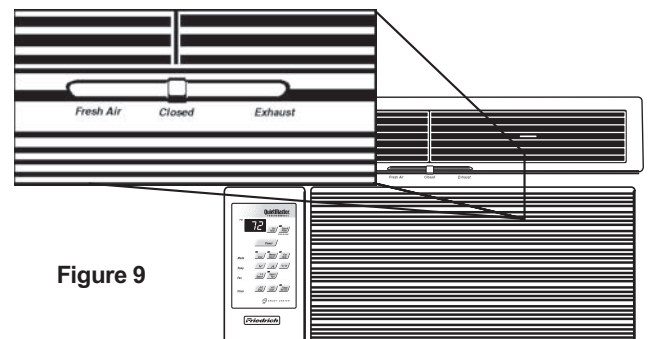

Figure 9
- 3) **VENTILATEUR SEULEMENT** - Appuyez sur le bouton **Fan Only** si vous désirez faire fonctionner le ventilateur seulement. Vous voudrez peut-être utiliser cette fonction avec le levier **Fresh Air / Exhaust** pour faire entrer de l'air de l'extérieur dans la pièce ou pour évacuer l'air vicié. (La fonction **Fresh Air / Exhaust** est située à l'avant du climatiseur près du haut. Voir la figure 9 à la page 43.)
Le réglage **Fan Only** peut aussi être utilisé avec le réglage d'échappement d'air (EXHAUST) pour évacuer l'air vicié ou de la fumée d'une pièce; ou il peut être utilisé avec le réglage **Fresh Air** pour faire entrer de l'air de l'extérieur dans la pièce. Cela est particulièrement utile au printemps et à l'automne lorsque le refroidissement peut ne pas être nécessaire. Les commandes **Fresh Air** et **Exhaust** se trouvent dans la zone supérieure d'échappement d'air. La position centrale de cette commande est la position normale ou fermée, qui recycle l'air pour un rendement maximal dans le mode de refroidissement (voir la figure 9).
Les commandes **Fresh Air** et **exhaust** se trouvent dans la zone supérieure d'échappement d'air (voir la figure 9, page 43). La position centrale de cette commande est la position normale ou fermée, qui recycle l'air pour un rendement maximal dans le mode de refroidissement.
Votre climatiseur a la capacité de faire entrer de l'air frais dans la pièce ou d'évacuer l'air vicié hors de la pièce. Le levier de contrôle se trouve dans la partie supérieure de l'unité (voir la figure 9).